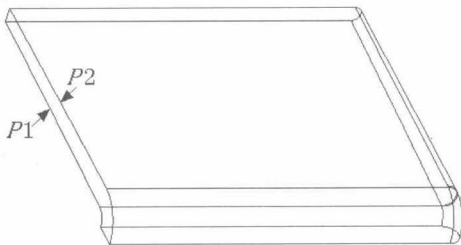

图1-20 选择实体倒圆角边
11. 选择菜单栏中的【插入】/【倒圆角】命令，按住 **Ctrl** 键，选择如图 1-20 所示的实体边 *P1* 和 *P2*。